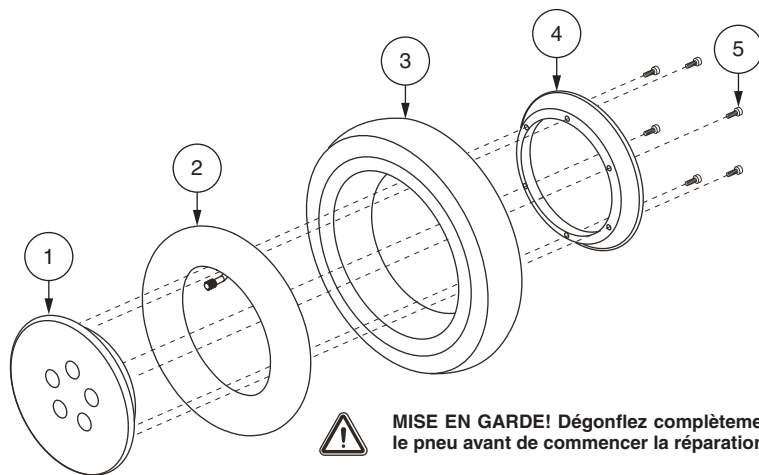

Figure 18. Roue motrice démontée Q6 Edge 2.0
6. Retirez les vis qui retiennent les deux parties de la jante ensemble. **Voir la figure 18.**
10. Réinstallez les cinq (5) écrous de roue sur le moyeu et resserrez.